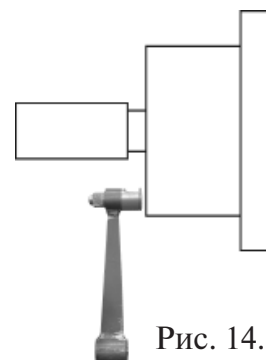

Рис. 14.1
14.2. Калибровка устройства измерения дистанции. Для оценки погрешности устройства ввода дистанции выдвиньте штангу ввода параметров и уприте ее палец в задний торец фланца вала, как показано на рис.14.1. При этом на индикаторах 1 отображается символ А, а на индикаторах 4 величина введенной дистанции. Если величина дистанции на индикаторах 4 не равна  $4,6 \pm 0,2$ , то устройство ввода дистанции требует калибровки.